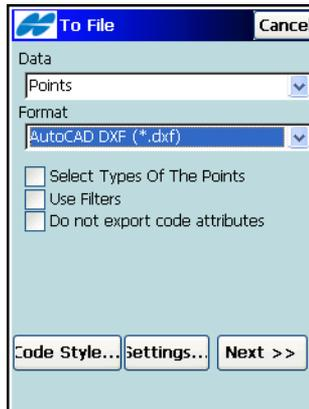
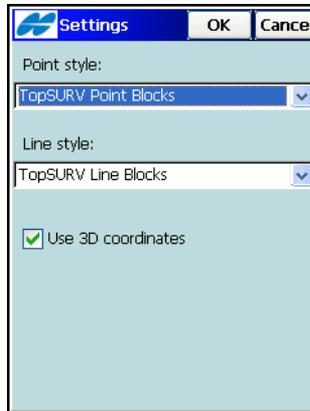

Abbildung 5-33. AutoCAD-DXF
Abbildung 5-34. Optionen
1. Für die Formate *AutoCAD DXF* und *AutoCAD-Zeichnung* können Sie im Fenster *in Datei* (Abbildung 5-33) angeben, dass Codeattribute nicht exportiert werden sollen.
2. Tippen Sie auf **Codestil** im Fenster *in Datei* (Abbildung 5-33), um ein Format für die zu exportierenden Punkteigenschaften (*Codes, Steuercodes, Linien* und *Notizen*) festzulegen. Das Fenster **Optionen** erscheint (Abbildung 5-34).
3. Wählen Sie *Punkt-/Linienstil* und aktivieren Sie ggf. das Kontrollkästchen „3D-Koordinaten verwenden“. Tippen Sie dann auf **Optionen** (Abbildung 5-34).